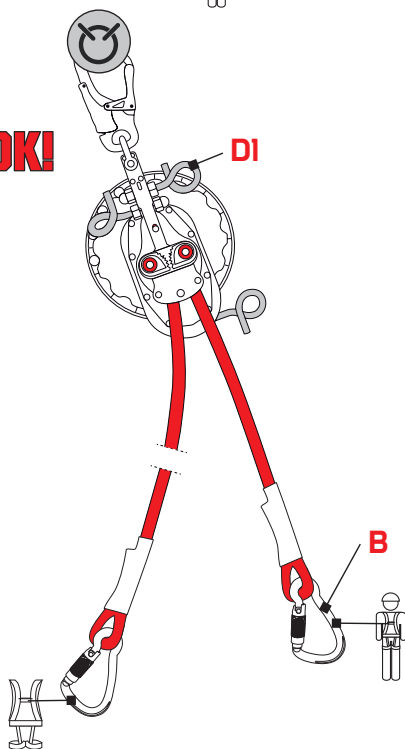

Fig.7
- d) collegare il capo corto della corda, mediante il connettore (B), all'imbracatura della persona da calare tensionarla assicurandosi che non vi sia alcun lasco (fig. 7),